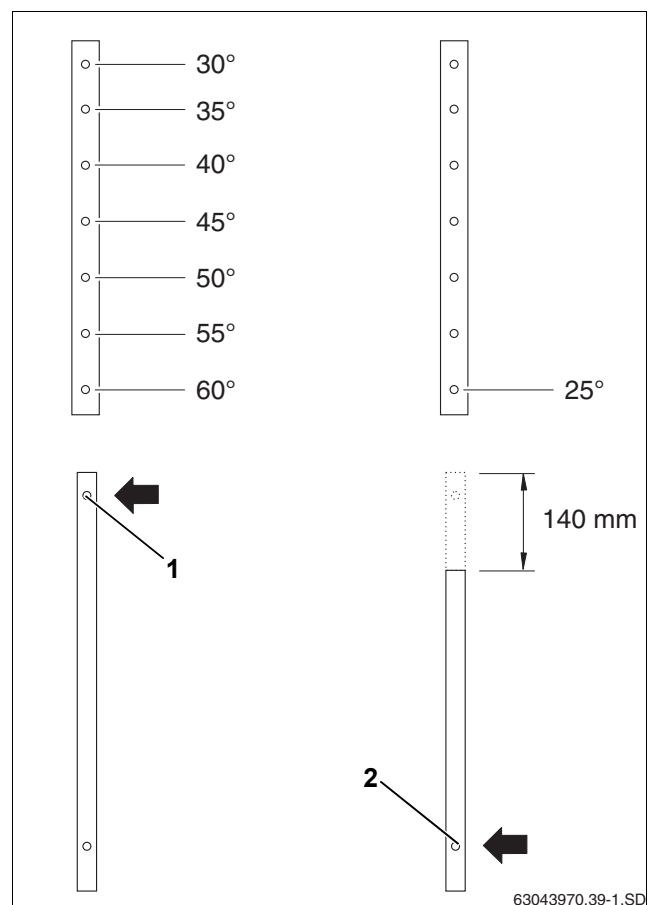
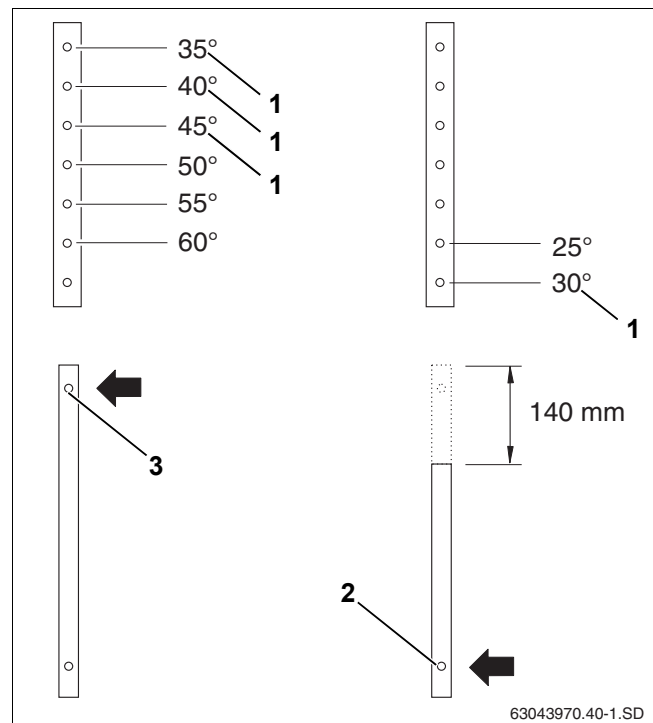

Рис. 12 Выбор угла наклона для вертикальных коллекторов
Рис. 13 Выбор угла наклона для горизонтальных коллекторов
- ▶ Выберите отверстия на верхней и нижней телескопических направляющих согласно рис. 12 и рис. 13.
При вертикальном монтаже для угла наклона коллектора от 30° до 60° используйте верхнее отверстие нижней телескопической стойки (рис. 12, [1]).
Для угла наклона 25° нужно укоротить нижнюю стойку сверху на 140 мм и использовать нижнее отверстие (рис. 12, [2]).
При горизонтальном монтаже для угла наклона коллектора от 35° до 60° используйте верхнее отверстие нижней телескопической стойки (рис. 13, [3]).
Для угла наклона 25° и 30° нужно укоротить нижнюю стойку сверху на 140 мм и использовать нижнее отверстие (рис. 13, [2]).
- ▶ Для монтажа на фасаде нужно использовать только положение с углом наклона коллектора 30°, 35°, 40° и 45° (рис. 13, [1]).